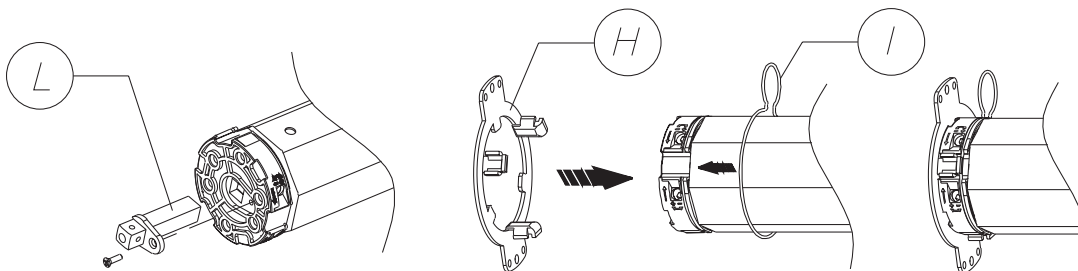

Fig.4
Il Motoriduttore è predisposto per l'utilizzo di una staffa ad innesto rapido (H), nel caso si volesse utilizzare questo tipo soluzione procedere come segue: **1)** Svitare la vite e sfilare il perno quadro (L); **2)** Inserire la testa del fincorsa nella staffa rispettando le alette di riferimento; **3)** Inserire la molla (I) nell'apposita sede allo scopo di vincolare il motoriduttore alla staffa (vedi fig. 4).
Le motoréducteur est conçu pour l'utilisation d'une chape à enrouleur rapide (H). Pour utiliser ce type de solution, procédez comme suit : **1)** Défaire la vis et faire glisser le pivot cadre(L). **2)** Placer la tête dans la fin de course dans la chape en respectant les ailettes de référence ; **3)** Placer le ressort (I) dans l'emplacement prévu pour relier le motoréducteur à la chape (cf. fig. 4).
The Gear Motor is set up for use with a fast coupling bracket (H), if you want to use this solution proceed as follows: **1)** Unscrew the screw and remove the square pin (L) ; **2)** Insert the limit stop head in the bracket in line with the reference tabs; **3)** Insert the spring (I) in the specific seat in order to attach the gear motor to the bracket (see fig. 4).
El motorreductor está preparado para la aplicación de una brida de conexión rápida (H); para utilizar este tipo de solución: **1)** Destornillar el tornillo y extraer el perno cuadrado(L); **2)** Colocar la culata del final de carrera en la brida respetando las aletas de referencia; **3)** Colocar el muelle (I) en su lugar para sujetar el motorreductor a la brida (véase la Fig. 4).
Der Getriebemotor ist für die Verwendung eines Schnellsteckbügels (H) vorgesehen. Falls Sie diese Art Bügel verwenden möchten, gehen Sie wie folgt vor: **1)** Lösen Sie die Schraube und ziehen Sie den rechteckigen Stift durch(L); **2)** Fügen Sie den Kopf des Endanschlags in den Bügel ein und achten Sie dabei auf die Klappen; **3)** Fügen Sie die Feder (I) an die geeignete Stelle ein, um den Getriebemotor mit dem Bügel zu verbinden (siehe Abb. 4).
O Motorreductor encontra-se predisposto para a utilização de um grampo de encaixe rápido (H), no caso de se pretender utilizar este tipo de solução proceder conforme se segue: **1)** Desaparafusar o parafuso e retirar o perno quadrado (L); **2)** Inserir a cabeça do fim de curso no grampo respeitando as aletas de referência; **3)** Inserir a mola (I) na respectiva sede com o objetivo de prender o motorreductor ao grampo (ver fig. 4)